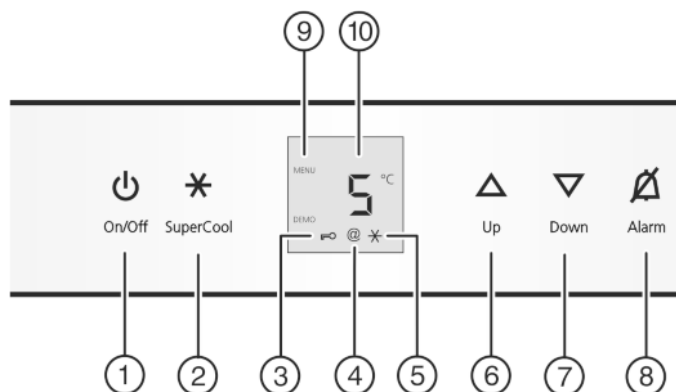

Fig. 2
- ▶ Taste On/Off Fig. 2 (1) drücken.
- Das Symbol SmartDevice-Box Fig. 2 (4) wird angezeigt und blinkt -> Die SDB ist nicht verbunden.
- Das Symbol SmartDevice-Box Fig. 2 (4) wird angezeigt und blinkt nicht -> Die SDB ist verbunden.
- Das Symbol SmartDevice-Box Fig. 2 (4) wird nicht angezeigt -> Die SDB ist nicht aktiv, wurde nicht korrekt eingesteckt oder der SDB-Konnektor wurde nicht korrekt installiert.
- ▶ Einstellmodus aktivieren: Taste SuperCool Fig. 2 (2) ca. 5 s drücken.
▷ Das Symbol Menü Fig. 2 (9) leuchtet.
- ▶ Mit Einstelltaste Up Fig. 2 (6) und Einstelltaste Down Fig. 2 (7) **2** wählen.
- ▶ Die Taste SuperCool Fig. 2 (2) kurz drücken, um zu bestätigen.
- ▶ Mit Einstelltaste Up Fig. 2 (6) und Einstelltaste Down Fig. 2 (7) **20** wählen.
- ▶ Mit Einstelltaste Up Fig. 2 (6) und Einstelltaste Down Fig. 2 (7) **21** wählen.
- ▶ Mit Einstelltaste Up Fig. 2 (6) und Einstelltaste Down Fig. 2 (7) **2d** wählen.
- ▶ Mit Einstelltaste Up *Fig. 2 (6)* und Einstelltaste Down *Fig. 2 (7)* **2H** wählen.
- ▶ Die Taste SuperCool *Fig. 2 (2)* kurz drücken, um zu bestätigen.
- ▶ Mit Einstelltaste Up *Fig. 2 (6)* und Einstelltaste Down *Fig. 2 (7)* **2L** wählen.
- ▶ Einstellmodus deaktivieren: Taste On/Off *Fig. 2 (1)* drücken.
- ▶ Einstellmodus aktivieren: Taste SuperCool *Fig. 2 (2)* ca. 5 s drücken.
- ▶ Zum Einschalten der Kindersicherung Taste SuperCool *Fig. 2 (2)* kurz drücken.
- ▷ Das Symbol Kindersicherung *Fig. 2 (3)* leuchtet. In der Anzeige blinkt **c**.
- ▶ Zum Ausschalten der Kindersicherung Taste SuperCool *Fig. 2 (2)* kurz drücken.
- ▷ Das Symbol Kindersicherung *Fig. 2 (3)* erlischt. In der Anzeige blinkt **c**.